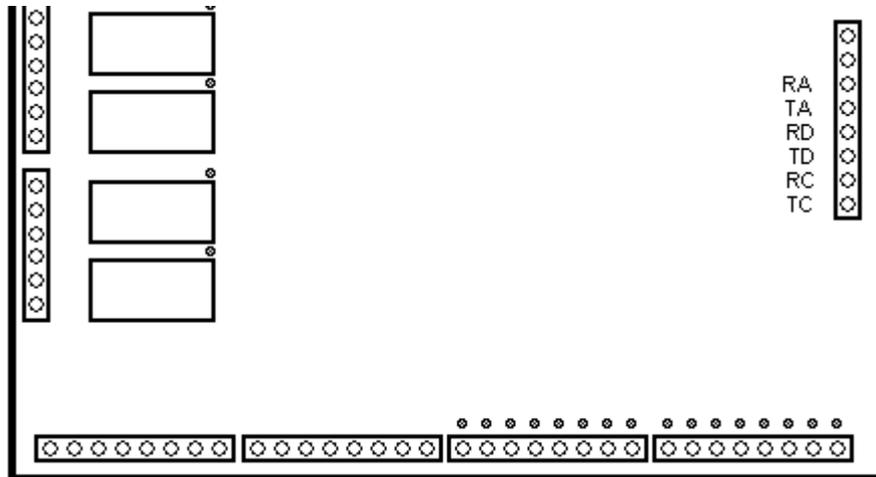
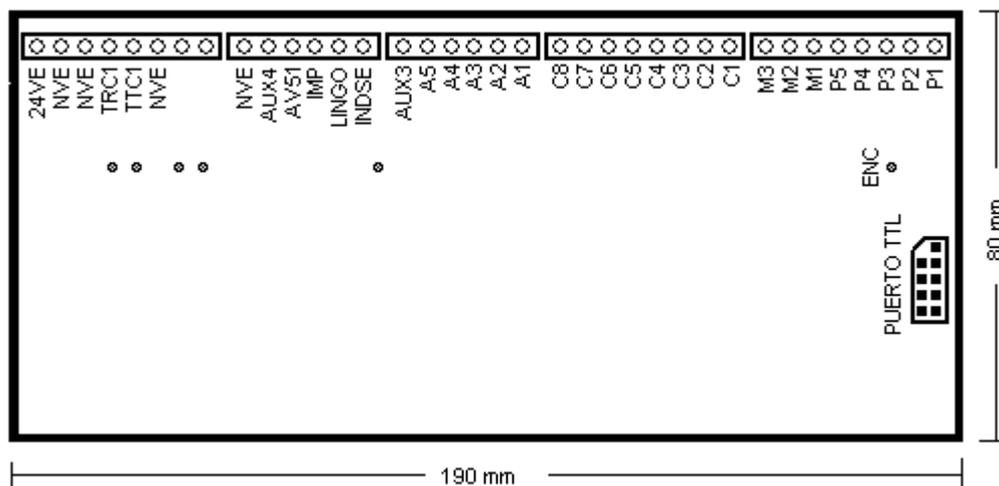
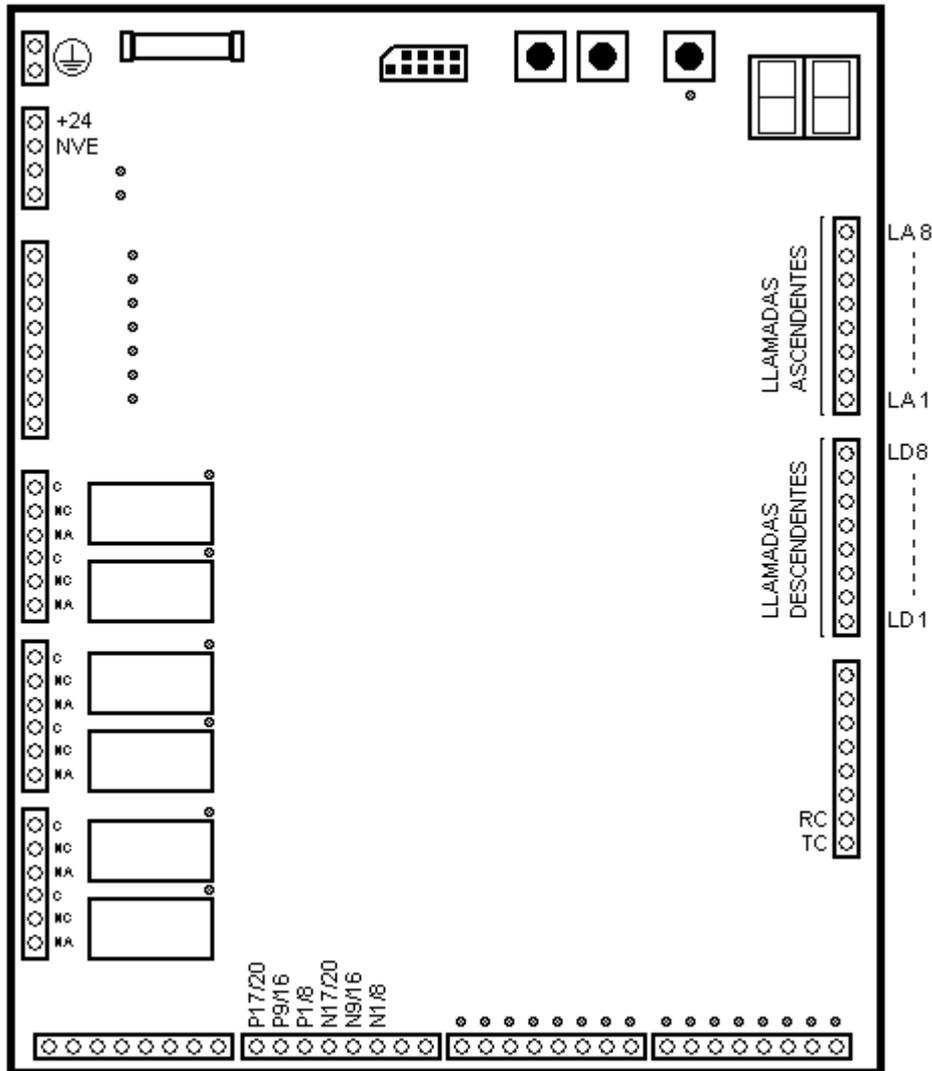

Figura 16
Figura 17
Figura 18
- Se conecta fuente de 24Vcc entre los bornes 24VE y NVE de los accesorios CCA51SE (Figura 17) e IPS
- El borne TC del controlador CEA36+ (Figura 16) se conecta al borne TTC1 del CCA51SE (Figura 17)
- El borne RC del controlador CEA36+ (Figura 16) se conecta al borne TRC1 del CCA51SE (Figura 17)
- El borne TD del controlador CEA36+ (Figura 16) se conecta a los bornes Tx de los IPS descendentes
- El borne RD del controlador CEA36+ (Figura 16) se conecta a los bornes Rx de los IPS descendentes
- El borne TA del controlador CEA36+ (Figura 16) se conecta a los bornes Tx de los IPS de ascendentes
- El borne RA del controlador CEA36+ (Figura 16) se conecta a los bornes Rx de los IPS de ascendentes
- Se conecta fuente de 24Vcc entre los bornes 24VE y NVE del accesorio CCA51SE (Figura 17)
- El borne TC del controlador CEA36+ (Figura 18) se conecta al borne TTC1 del CCA51SE (Figura 17)
- El borne RC del controlador CEA36+ (Figura 18) se conecta al borne TRC1 del CCA51SE (Figura 17)